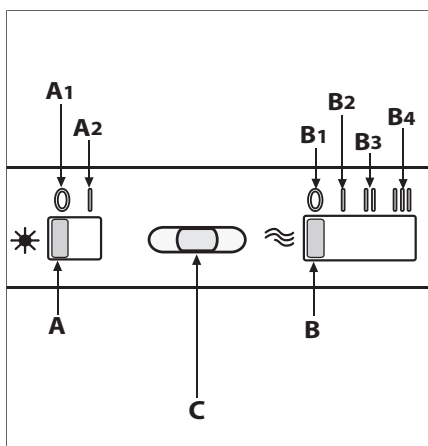

Fig.12
• **Comandi slider (Fig.12)** la simbologia è di seguito riportata: